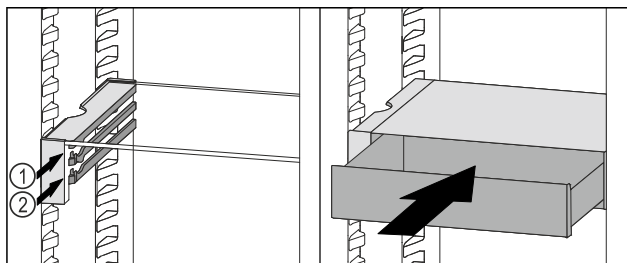

Fig. 135
- A VarioSafe-fiókot az ütközők mögött helyezze a kívánt bordára a Fig. 135 (1) vagy Fig. 135 (2) szerint.